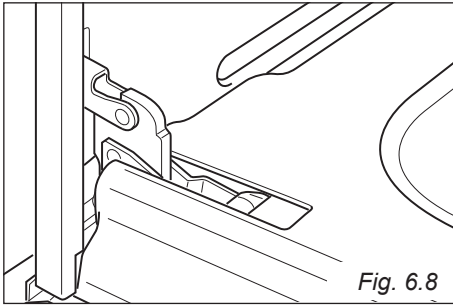

Fig. 6.8
- Aprire completamente la porta del forno (fig. 6.8).